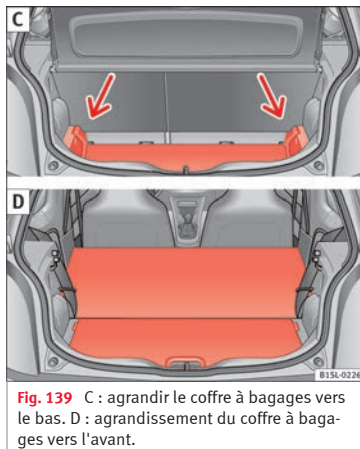

Fig. 139 C : agrandir le coffre à bagages vers le bas. D : agrandissement du coffre à bagages vers l'avant.
- Relevez le plancher du coffre à bagages et poussez-le vers le bas en suivant la glissière » **fig. 139 C** (flèches).